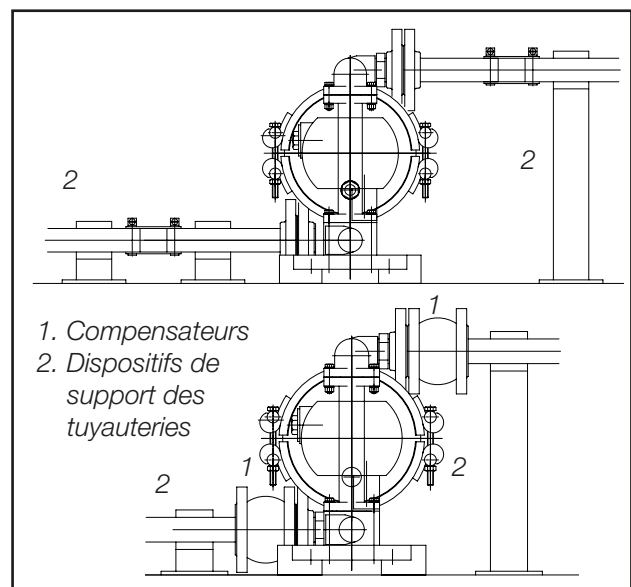

Fig. 3 Exemple d'installation de la pompe à membranes
**Il est recommandé de monter un tuyau flexible de forme stable et résistant à la pression ou un compensateur côté aspiration et refoulement de la pompe (Fig. 3). Cela évite la transmission de pulsations dans la pompe.**